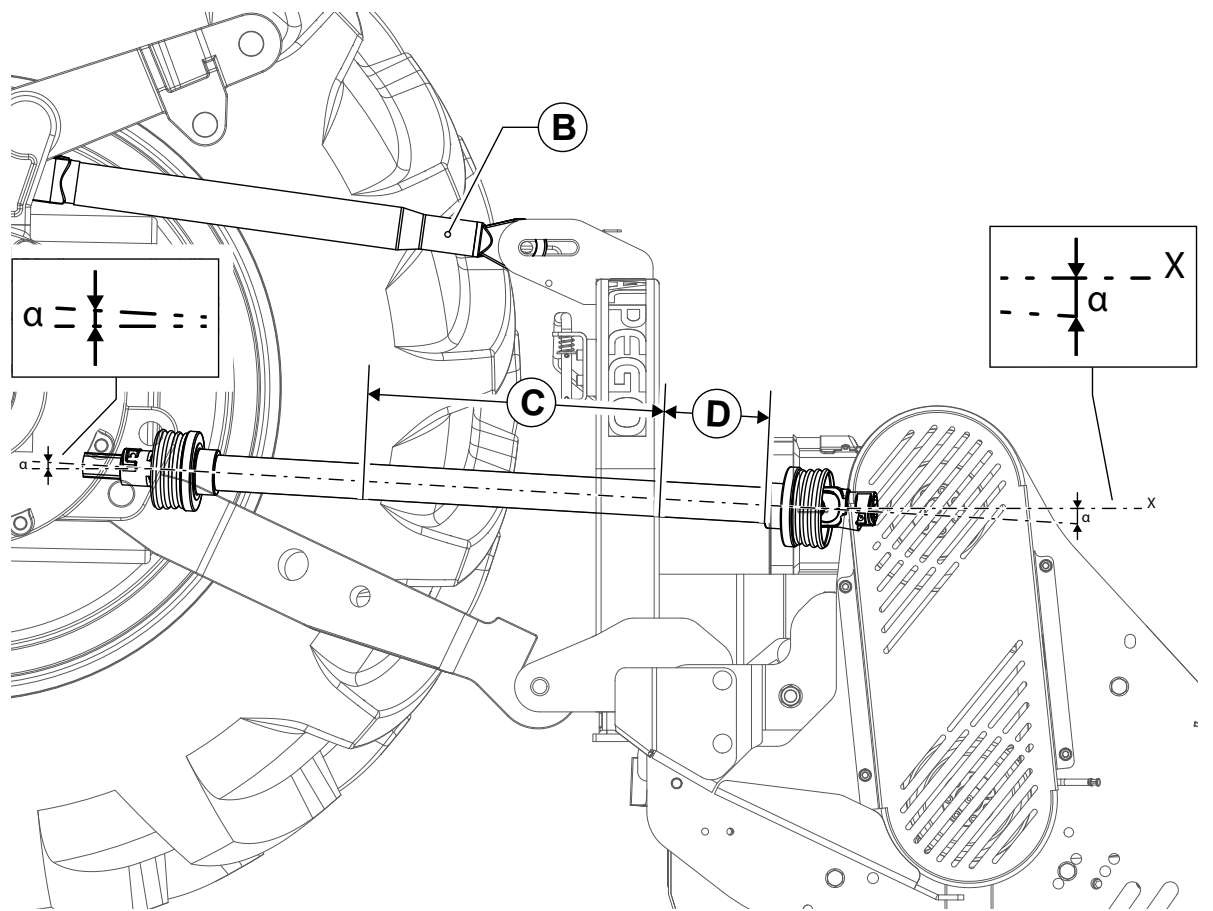
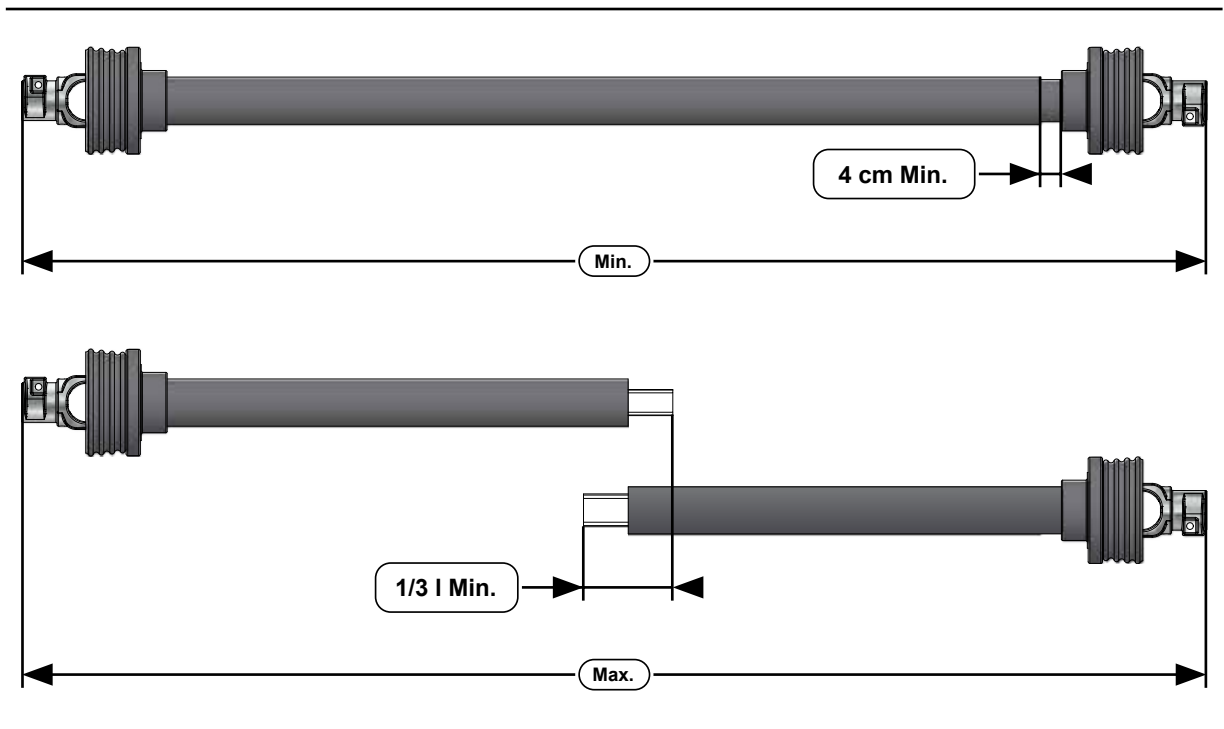

Fig. 22 Arbre à cardan monté
Fig. 23 Arbre à cardan - couverture des tubes coulissants
Pour ce faire, augmenter ou diminuer la longueur de la barre d'attelage supérieure (Fig.22 Dét. B) afin de porter l'essieu (Fig.22 Dét. X) de la bague rainurée de la boîte parallèle au sol.
- Les deux angles (Fig.22 Dét. α) formés par les axes des fourches et l'axe des tubes coulissants seront égaux et ne devront pas dépasser 10° .
- La couverture (Fig.22 Dét. C) des tubes coulissants doivent se chevaucher sur au moins $1/2$ de leur longueur dans des conditions de travail normales et sur au moins $1/3$ de leur longueur dans toutes les conditions de travail. Lorsqu'il est complètement inséré, le jeu minimum autorisé doit être de 4 cm (Fig.23).
- Les deux tubes de l'arbre de transmission à cardan ne doivent pas être complètement recouverts, une course de sécurité (Fig.22 Dét. D) de 4 cm minimum doit exister.
- Les angles (Fig.22 Dét. α) des cardans ne doivent pas dépasser 40° (fig.22).